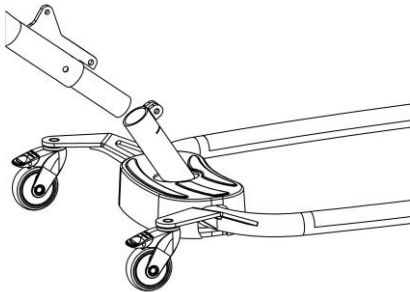

Fig. 5.2B
2. Setzen Sie den Mast in das Fahrgestell ein und ziehen Sie die Handschraube (Fig 5.2B + 5.2C).